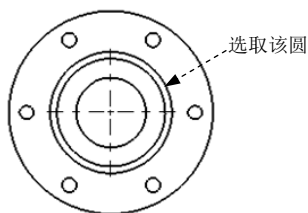

图 6.2.10 单一中心符号线
- ☒  (单一中心符号线) 按钮：选中此按钮后，在图形区选取单一圆或圆弧，即可创建中心符号线，如图 6.2.10 所示。